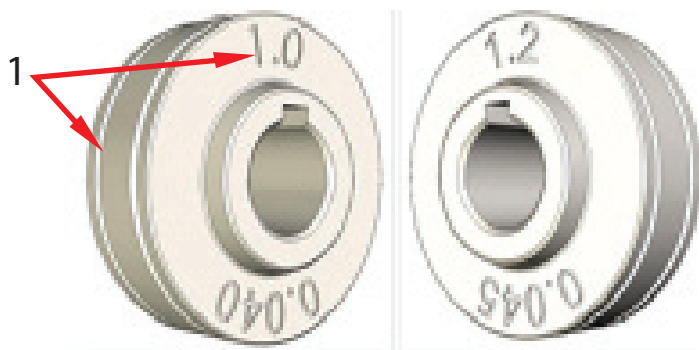

Figura 21. Rolele de antrenare a sârmei oferite de dimensiuni multiple
1. Instalați rola de comandă (de dimensiune corectă și cu orientarea corectă a canelurii). Asigurați-vă că canelura de dimensiune corectă este orientată spre interior (vezi Figura 21).